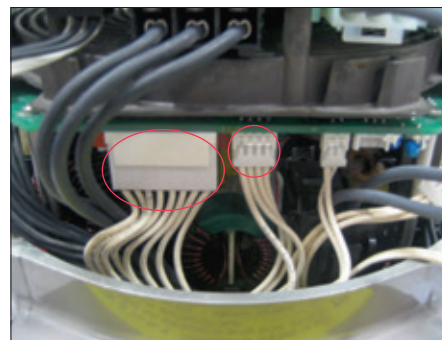

Figuur 20
- Plaats de OM13-kaart op de afstandstukken van de warmteafleider (gebruik, indien nodig, kunststof afstandstukken met een hoogte van 3,2 mm) en haal de 4 schroeven aan (Figuur 20).